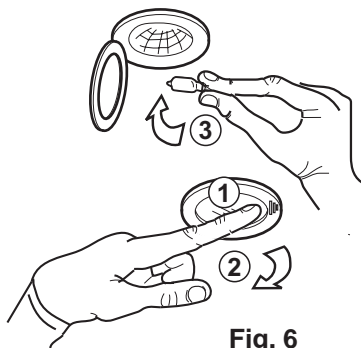

Fig. 6
- Appuyer (2) sur le diffuseur de l'ampoule et dégrafer (1). **Fig. 6.**
- Remplacer l'ampoule défectueuse par une ampoule du même type (3).